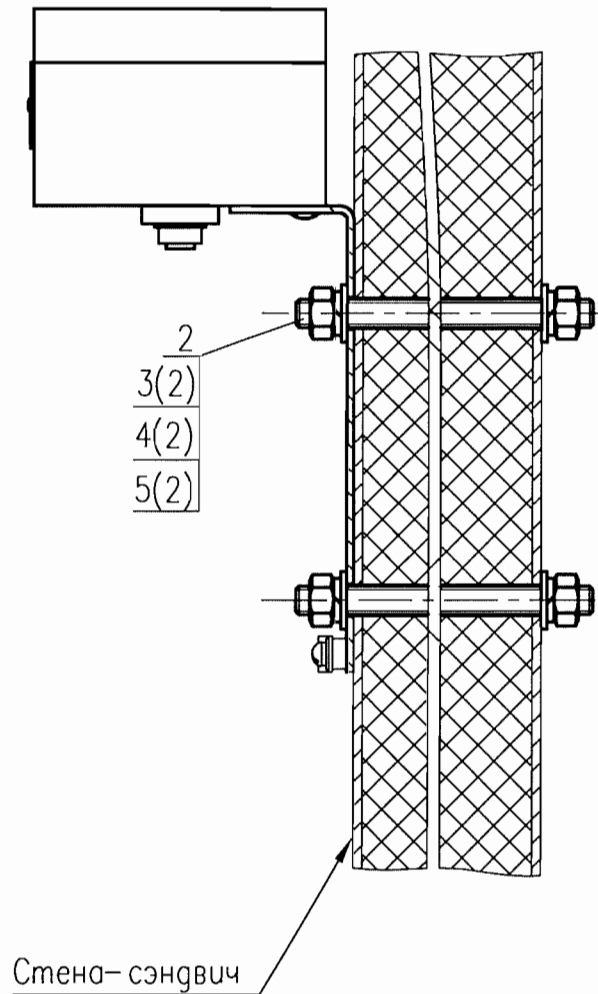

Рис. 3
- по рис. 3 в кирпичной стене вскрыть 8 отв. $\phi 10$ мм.